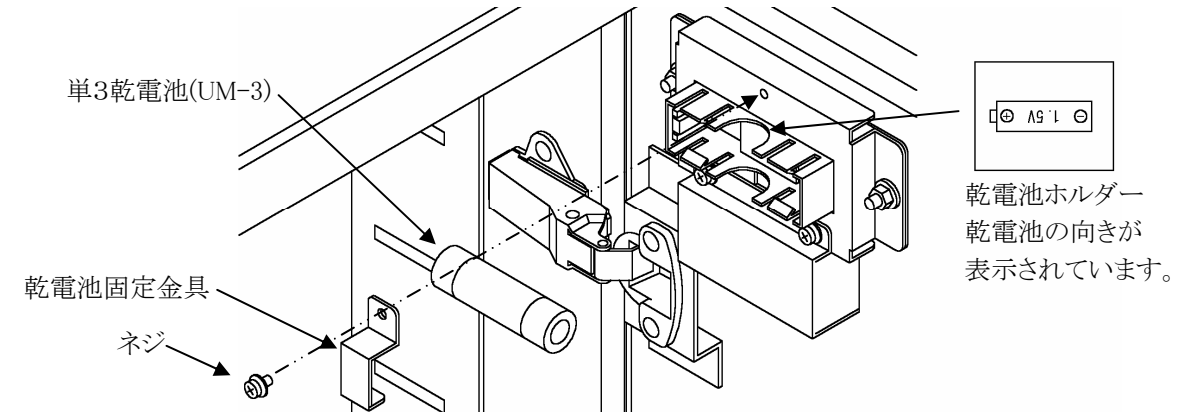

図18 乾電池の取付け
- ① 温度計/時計の電池固定金具をはずし、単3乾電池を取付け、乾電池固定金具を取付けてください。(図18)